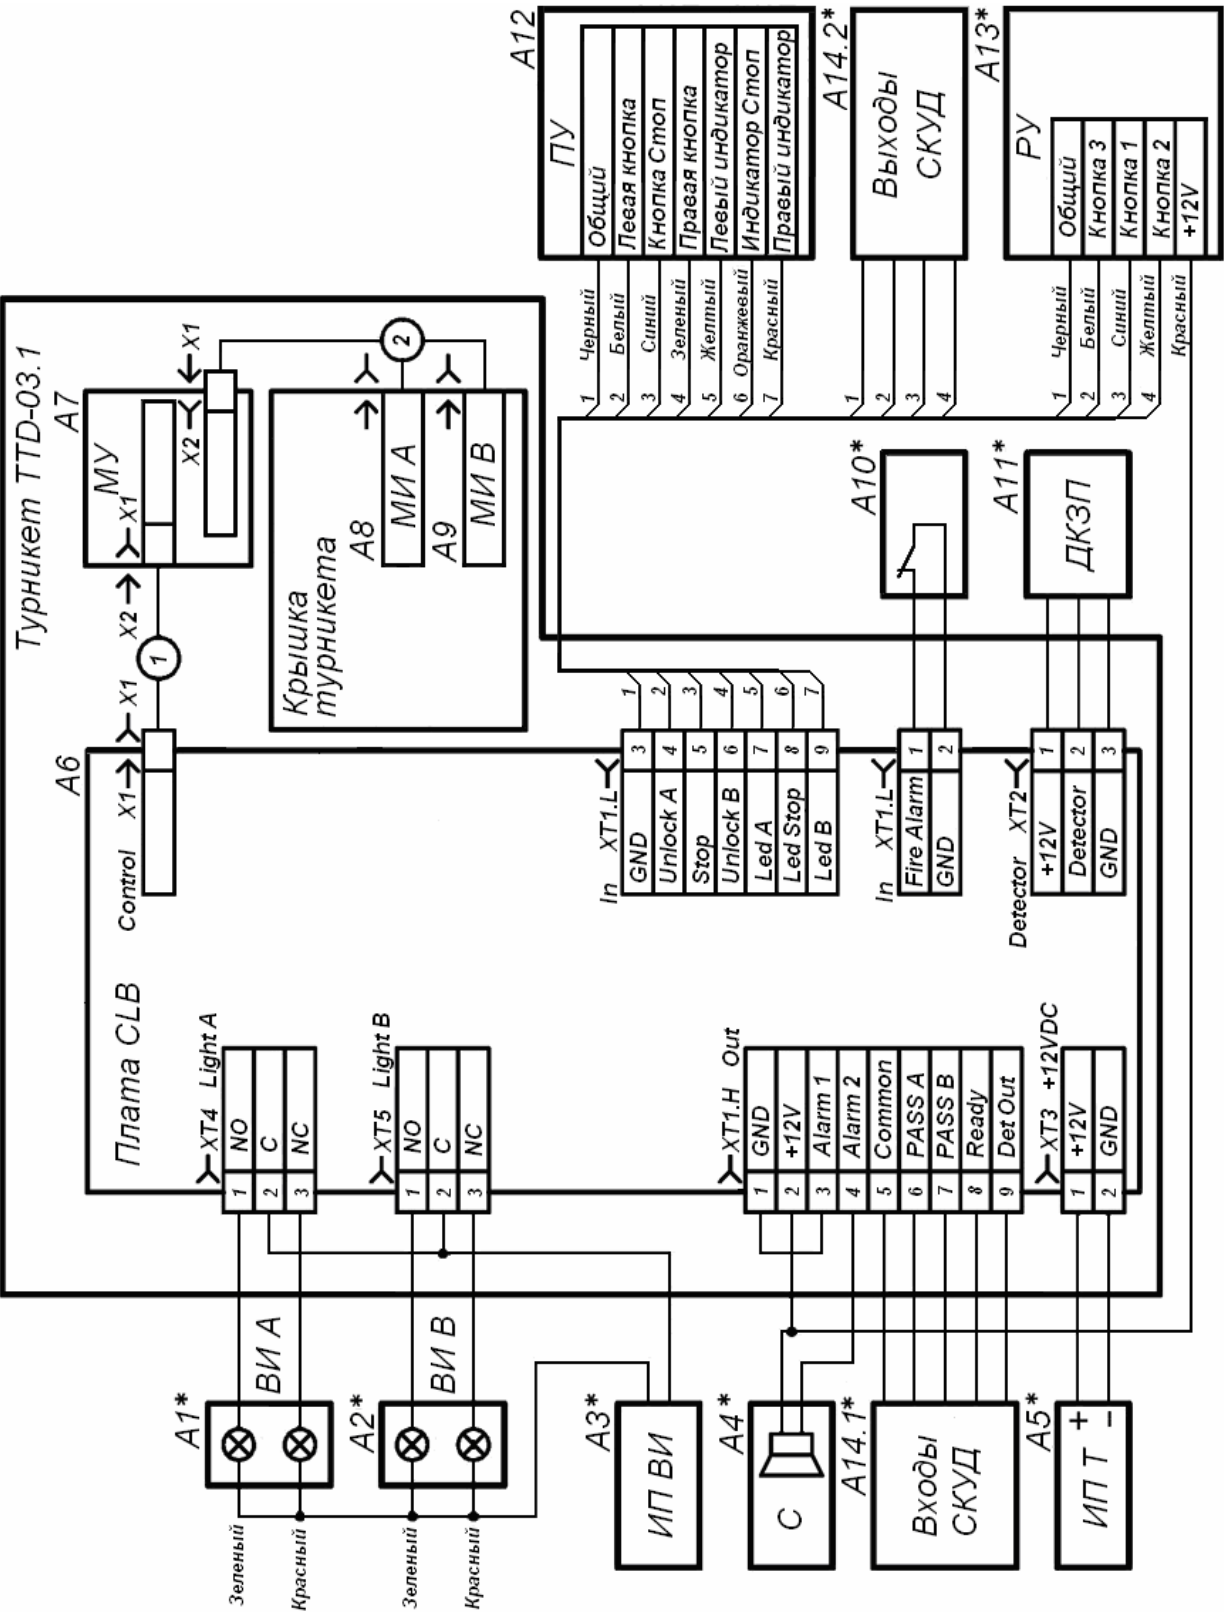

Рисунок 4. Схема электрическая соединений
5.2.3 ПДУ / устройство РУ / контроллер СКУД (12) и источник питания турникета (11) подключаются к плате CLB кабелями (13 и 14) в соответствии со схемой электрической соединений (см. рисунок 4).